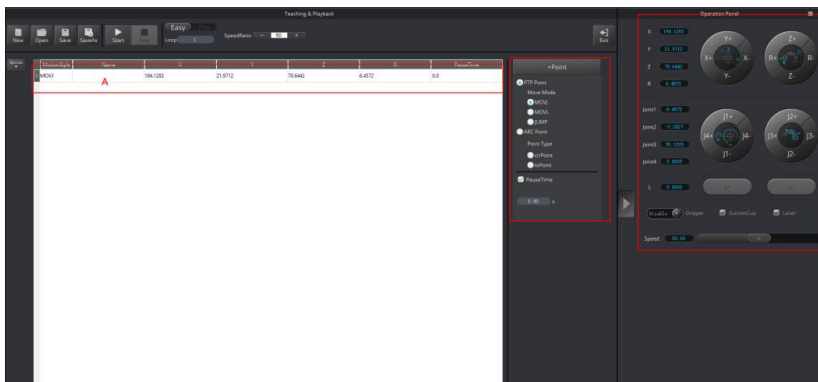

Figura 67: Salvar a posição inicial A
3.8. Clique em **+Point** para salvar a coordenada correspondente à posição A, como mostrado na Figura 67.